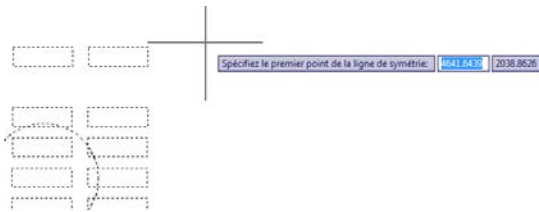

Figure 3.99
1. Activez l'outil Miroir puis, à la question du choix des objets, sélectionnez l'ensemble du dessin. Validez puis indiquez le premier point de l'axe de symétrie (voir Figure 3.99).